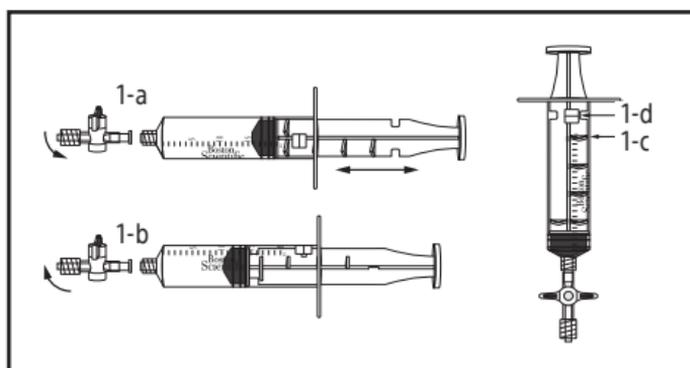

Figure 1.
1. Inspecter le robinet (figure 1-a). Le robinet comporte deux raccords Luer permettant de raccorder l'aiguille et la seringue. L'échange d'air se produit lorsque le robinet est en position ouverte. Le robinet est ouvert lorsqu'il est parallèle à la seringue ; il est fermé lorsqu'il est perpendiculaire à la seringue (comme illustré).
2. Examiner la seringue (figure 1). Le corps de la seringue comporte une goupille d'arrêt (figure 1-d) et le piston de la seringue comprend quatre nervures de verrouillage (figure 1-c). Le piston de la seringue peut être manœuvré dans le corps de la seringue afin de verrouiller et de déverrouiller cette dernière. Pour verrouiller la seringue, tirer sur le piston jusqu'à ce qu'il soit aligné avec le volume de ponction désiré (figure 1-a). Tourner le piston dans le sens des aiguilles d'une montre de manière à ce que la goupille d'arrêt s'engage dans les nervures de verrouillage du piston (figure 1-b). Tourner le piston dans le sens inverse des aiguilles d'une montre pour le libérer.
11. Préparer la seringue et le robinet fournis comme indiqué précédemment. Tourner le robinet en position fermée, c'est-à-dire perpendiculaire à la seringue. Tirer le piston de la seringue jusqu'à l'obtention du volume désiré et utiliser les nervures de verrouillage et la goupille d'arrêt de la seringue pour verrouiller le piston dans cette position. (Figures 1-c et 1-d).
Remarque : les nervures de verrouillage et la goupille d'arrêt (figures 1-c et 1-d) doivent être désengagées pour faire passer l'air depuis la seringue.